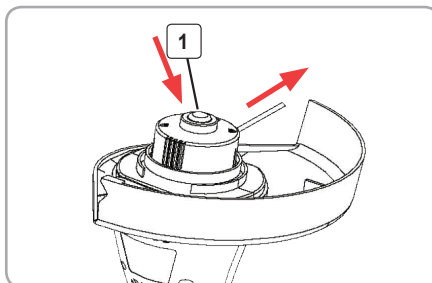

Fig.9
- La pornirea trimmer-ului pentru prima dată, verificați dacă firele de nylon ating sau trec peste lama de tăiere. În cazul în care acestea nu sunt suficient de lungi, apăsați butonul (Fig. 9 (1)) și trageți mai mult de firul de nylon pentru a-l lungi. (Fig. 9)